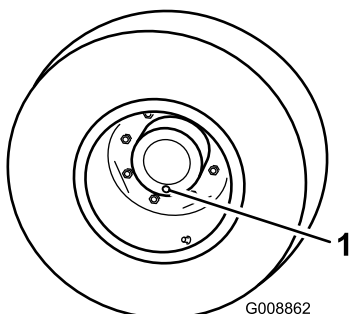

Figura 42
1. Con la macchina parcheggiata su una superficie piana, posizionate la ruota in modo che il tappo di controllo/riempimento (Figura 42) si trovi nella posizione ore sei.